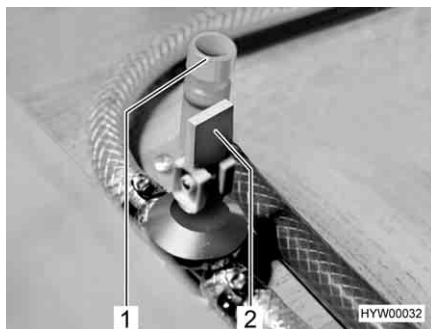

Fig. 119 Rubinetti di scarico
- Chiudere i rubinetti di scarico. Ruotare i coperchi (Fig. 119,1) in senso orario e posizionare la leva a bilanciere (Fig. 119,2) in posizione orizzontale.
- Aprire il rubinetto di scarico (Fig. 119). A questo scopo posizionare verticalmente la leva a bilanciere (Fig. 119,2).